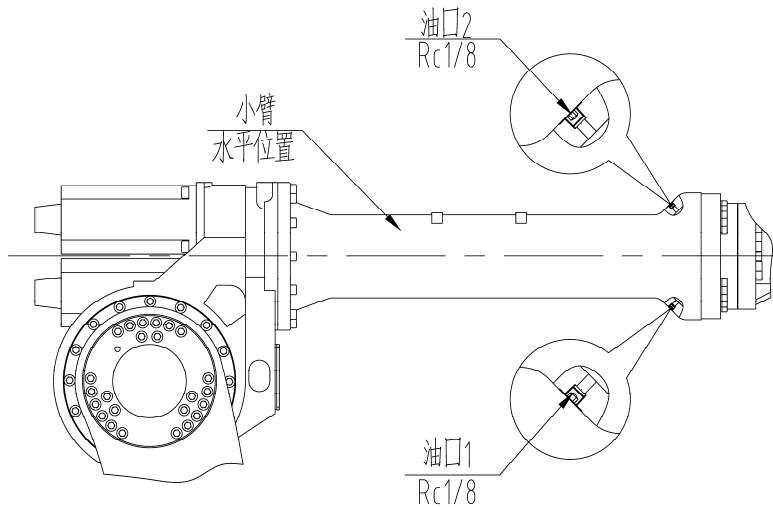

图 18 J4 轴油口位置
(1) 油脂补充步骤（参考图 18）
- ① 旋转 J3、J4 轴，使得机器人小臂水平，小臂上两个油孔在同一垂直平面上，如图 18 所示；
- ② 取下油口 2 的油塞；
(2) 油脂更换步骤（参考图 18）